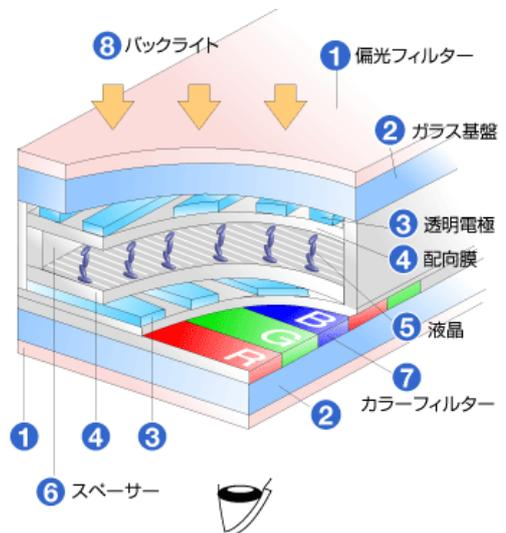

図.1 液晶ディスプレイの構造
皆さんの身近なところに薄型テレビ（液晶テレビ、プラズマテレビ、あるいは有機EL）や携帯電話などのディスプレイがあると思います。それらには必ず透明電極が入っています。何れの方式でも素子を電極で挟む必要があり、これが表示素子である以上、片側から光を取り出す必要があります。そのため電極のうち少なくとも片方を透明にする必要があります。図.1に例として液晶ディスプレイの構造を示します。図中③で示されているものが透明電極です。この透明電極で最も代表的なものがITOと呼ばれるインジウムの酸化物です。透明電極は素子に太陽光を取り込む必要がある太陽電池の電極としても使われています。